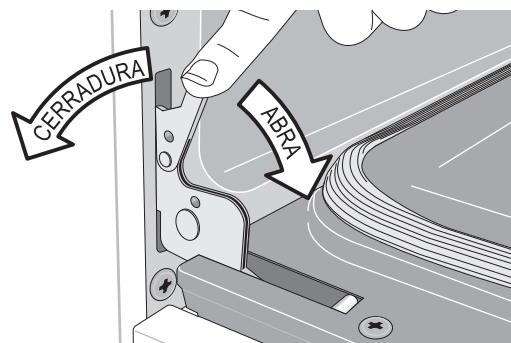

Figura 16: Seguros de las bisagras de la puerta
La luz interior del horno se encuentra en la parte trasera en el interior del horno. (Consulte la Figura 16).
2. Tire de los seguros de ambas bisagras (izquierda y derecha) hacia abajo desde el marco del horno completamente hacia la puerta del horno (vea la Figura 16). Es posible que necesite una herramienta como un destornillador pequeño de cabeza plana.
4. Empuje los seguros de las bisagras izquierda y derecha hacia arriba y hacia el interior del marco del horno a su posición bloqueada (Figura 16).